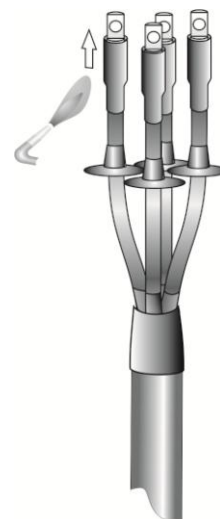

Рис.7
7. Надвинуть манжеты для герметизации наконечников на трубчатую часть наконечников и усадить, начиная от середины. После усадки по торцам манжет должен выступить клей (Рис.7).